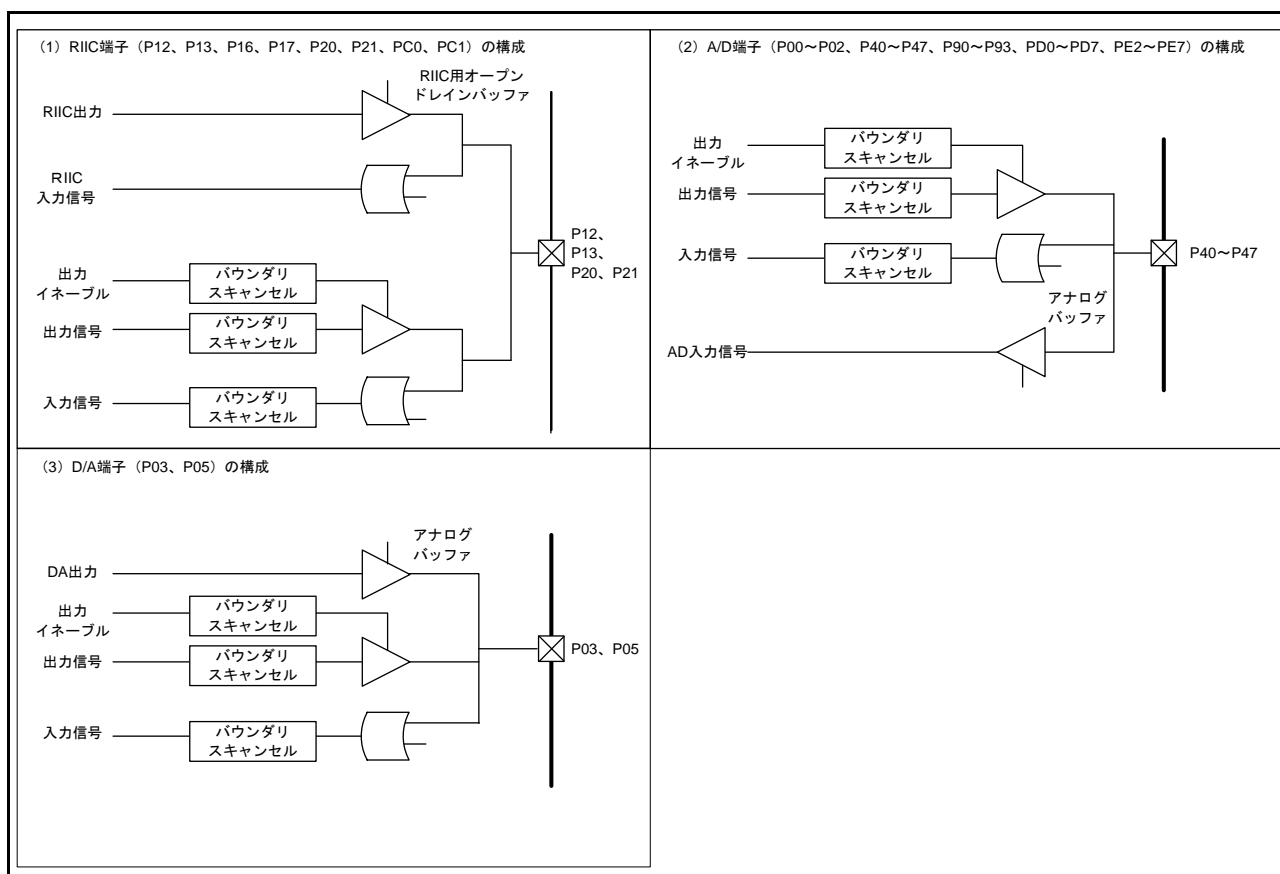

図 44.4 各端子の構成
- (4) クロック端子 (EXTAL、XTAL、XCIN、XCOUT) はバウンダリスキャンの対象外です。
- (5) リセット端子 (RES#) はバウンダリスキャンの対象外です。
- (6) USB 専用端子 (USB_DP、USB_DM) はバウンダリスキャンの対象外です。
- (7) オンチップエミュレータイネーブル端子 (EMLE) はバウンダリスキャンの対象外です。
- (8) バウンダリスキャン端子 (BSCANP) はバウンダリスキャンの対象外です。
- (9) バウンダリスキャンの端子 (TCK、TMS、TRST#、TDI、TDO) はバウンダリスキャン対象外です。
- (10) バウンダリスキャン機能は、以下のとき、使用できません。
- (11) オープンドレイン機能付き端子を、オープンドレイン機能有効として使用した場合、バウンダリスキャン機能で出力のスキャンレジスタを 1、出力イネーブルレジスタを 1 に設定し、EXTEST 命令、CLAMP 命令、SAMPLE/PRELOAD 命令のいずれかを実行すると端子はハイインピーダンスではなく、High 出力になります。
- (12) P12、P13、P20、P21 の端子構成を図 44.4 (1) に示します。P12、P13、P16、P17、P20、P21、PC0、PC1 を RIIC 端子 (SCL0[FM+]、SCL1 ~ SCL3、SDA0[FM+]、SDA1 ~ SDA3) として使用した場合、バウンダリスキャン機能をご使用の際は、オープンドレイン出力との衝突、回り込みに注意してください。
- (13) P00 ~ P02、P40 ~ P47、P90 ~ P93、PD0 ~ PD7、PE2 ~ PE7 端子構成を図 44.4 (2) に示します。P00 ~ P02、P40 ~ P47、P90 ~ P93、PD0 ~ PD7、PE2 ~ PE7 を AD 入力 (AN000 ~ AN020、AN0 ~ AN7) として使用した場合、バウンダリスキャン機能をご使用の際は、AD 入力との衝突、回り込みに注意してください。
- (14) P03、P05 の端子構成を図 44.4 (3) に示します。P03、P05 を DA 出力 (DA0、DA1) として使用した場合、バウンダリスキャン機能をご使用の際は、DA 出力との衝突、回り込みに注意してください。